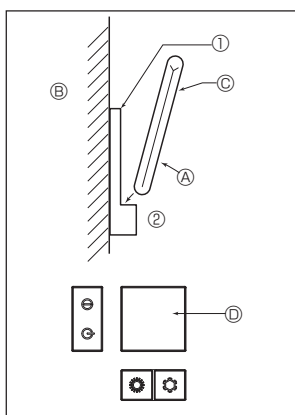

Fig. 7-9
2) Installationsmetode (Fig. 7-9)